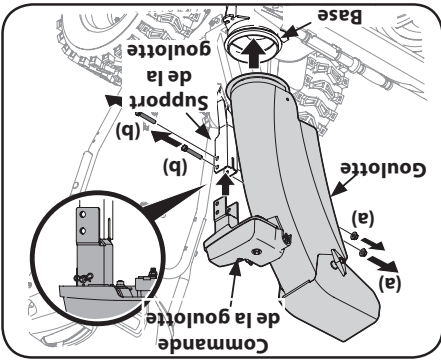

Figure 2-35
1. Retirez les contre-écrous et les vis hex. qui se trouvent sur le support de la goulotte. (deux clés sont nécessaires pour cette étape). Voir la Figure 2-35.
commande de la goulotte sur support. Voir la Figure 2-35.